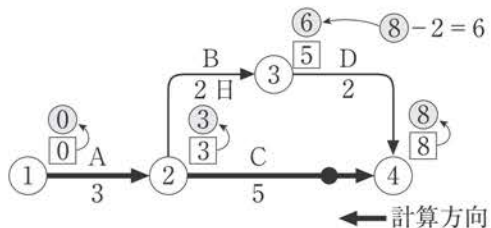

図2 最遅完了時刻
最遅完了時刻は、遅くともこの時刻までに作業を完了しなければ工期に遅れるという時刻である。最遅完了時刻の計算は引き算で、最終イベント④から①に向けて計算する。このとき、クリティカルイベントの最遅完了時刻と最早開始時刻は全く同じ時刻である。図2の、ネットワークの最遅完了時刻を求める。
- ① 各イベントの□の上に○印をつける。
- ② クリティカルイベント①、②、④の最遅完了時刻は最早開始時刻に等しい。①、③、⑧とする。
- ③ クリティカルイベントでないイベント③の最遅完了時刻だけ引き算で求める。
③のイベントの最遅完了時刻 = ⑧ - 2 = 6となり、⑥が求まる。